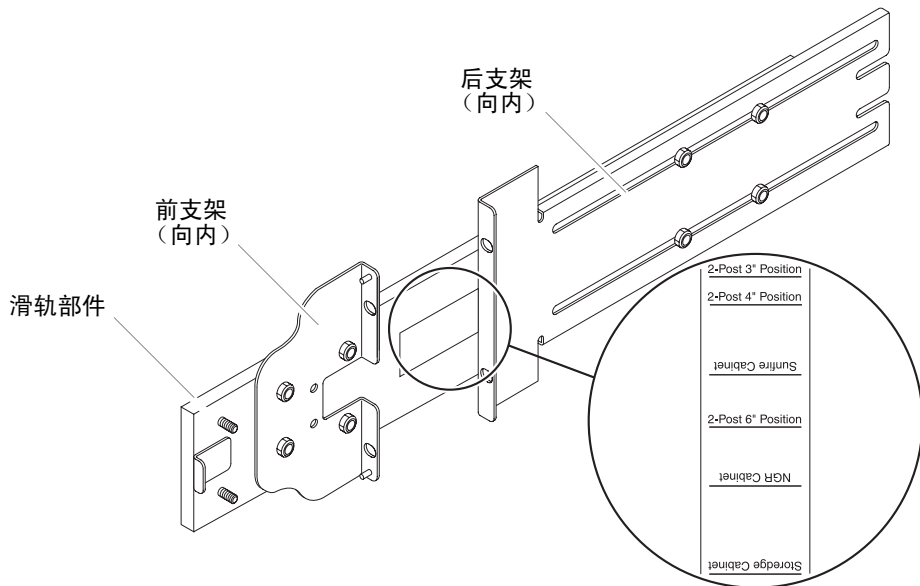

图 1-3 导轨部件（经调整后适于双柱机架安装）
对于双柱机架安装，您可以拆开导轨部件，然后重新组装（图 1-3）。导轨部件可以进行调整，以符合柱深在 3 英寸（7.5 厘米）到 6 英寸（15.0 厘米）范围内的 19 英寸双柱机架。
3. 将前支架旋转 180 度，然后使其朝向内侧固定（图 1-3）。
5. 将后支架旋转 180 度，使其朝向内侧（图 1-3）。